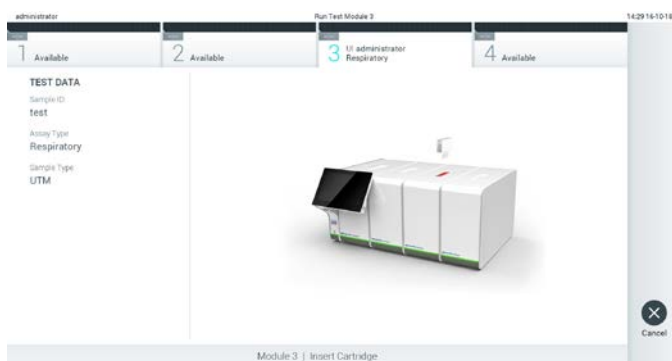

Рис. 27. Вставлення тестового картриджа КВІАстат-ДКс в аналізатор КВІАстат-ДКс (QIAstat-Dx) 1.0.
7. Переконайтеся, що кришки порту для тампону й головного порту тестового картриджа КВІАстат-ДКс щільно закриті. Коли вхідний порт картриджа у верхній частині аналізатора КВІАстат-ДКс (QIAstat-Dx) 1.0 автоматично відкриється, вставте тестовий картридж КВІАстат-ДКс штрих-кодом уліво, а реакційними камерами вправо (рис. 27).